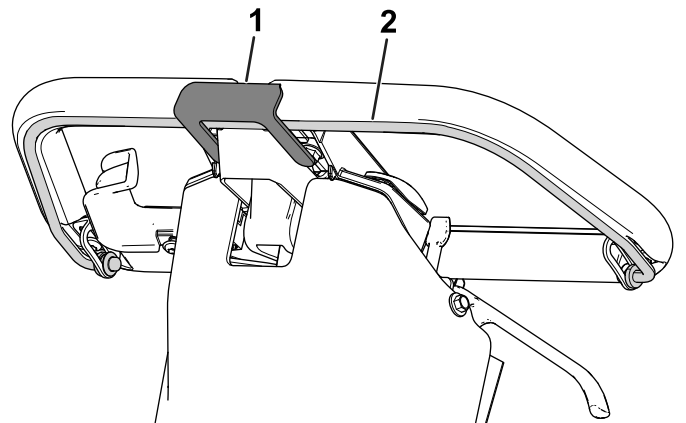

图12
- 配备离合器拨环的机器 接合离合器拨环并安装拨环扣如图12。